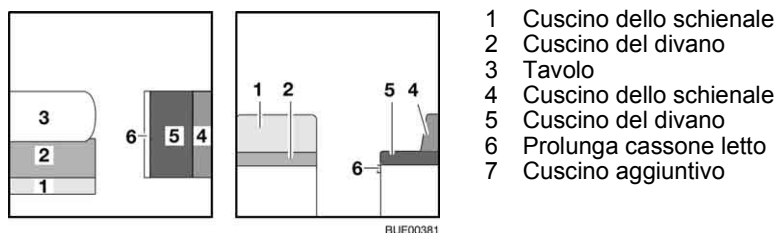

Fig. 120 Prima della trasformazione
- Trasformare il tavolo (Fig. 120,3) in struttura di supporto letto (vedi paragrafo 6.11).
- Riporre il cuscino dello schienale (Fig. 120,1).